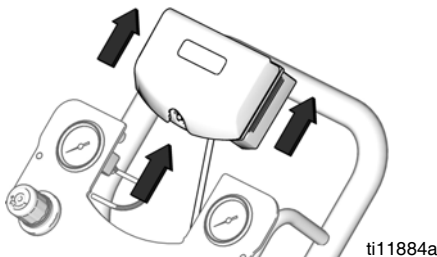

FIG. 11. Retrait du DataTrak
3. Retirez le module DataTrak du support. Consultez la section FIG. 11. Mettez le module et le câble qui lui est attaché dans un endroit sûr.